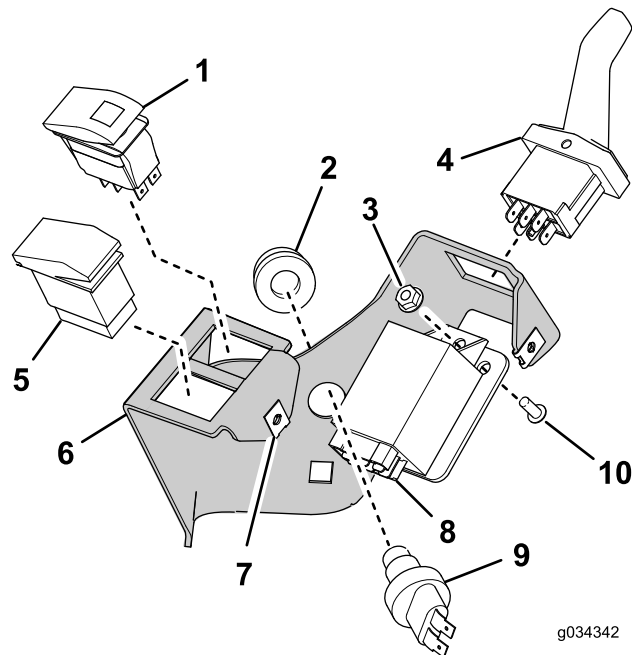

Figura 12
- Collocate i componenti come illustrato nella Figura 12.